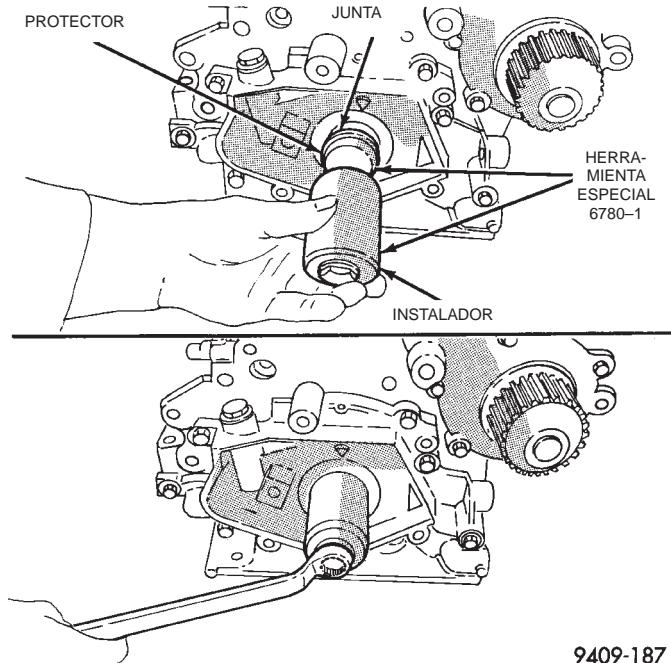

Fig. 88 Junta delantera del cigüeñal—Instalación
(3) Cebe la bomba de aceite antes de la instalación.
(4) Alinee las superficies del rotor de la bomba de aceite con las superficies del cigüeñal, cuando instale la bomba de aceite en el bloque.
(5) Apriete todos los pernos de fijación de la bomba de aceite con una torsión de 28 N·m (250 lbs. pulg.)
(6) Instale la nueva junta delantera del cigüeñal, utilizando la Herramienta especial 6780 (Fig. 88).